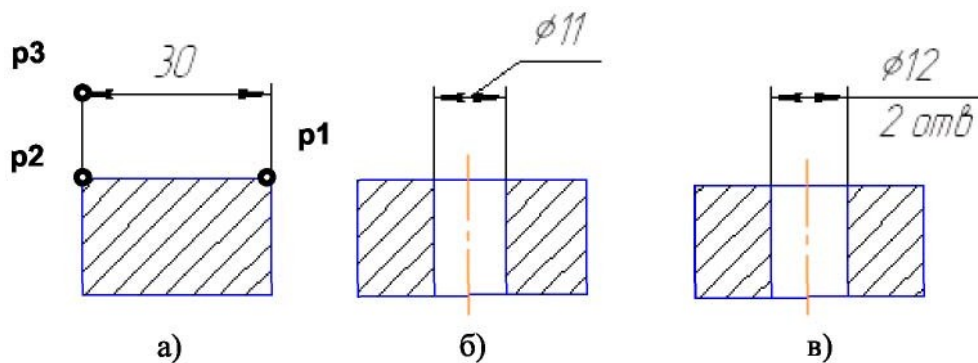

Рис. 2.8. - Варианты нанесение линейных размеров
3. Указать графическим курсором точку **p1** - начало первой выносной линии (рис. 2.8а).
Для нанесения линейного размера со знаком диаметра и на полке (рис. 2.8 б) необходимо после задания двух точек начала выносных линий (точек **p1** и **p2**) щелкнуть графическим курсором в окне **Текст Панели свойств**, затем в окне **Задание размерной надписи** указать необходимый символ (рис. 2.9 а).